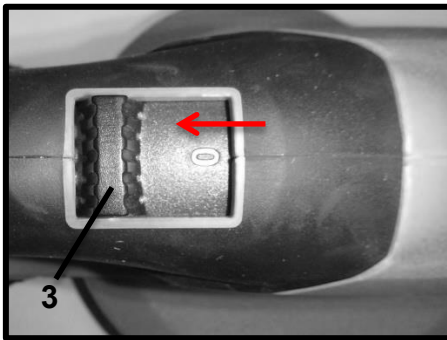

Рис.11
- Установите переключатель скорости (3) в положение "0" (Выкл.) Рис.11.